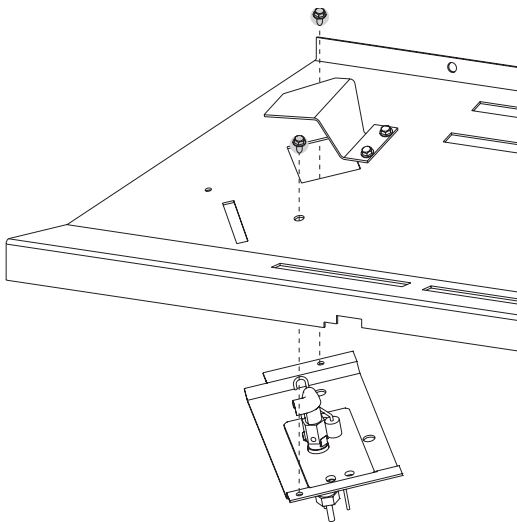

Figure 3
4. Retirer deux (2) vis qui fixent la veilleuse à la cuvette du brûleur. Ceci permet à l'ensemble de veilleuse de tomber. **Voir Figure 3.**